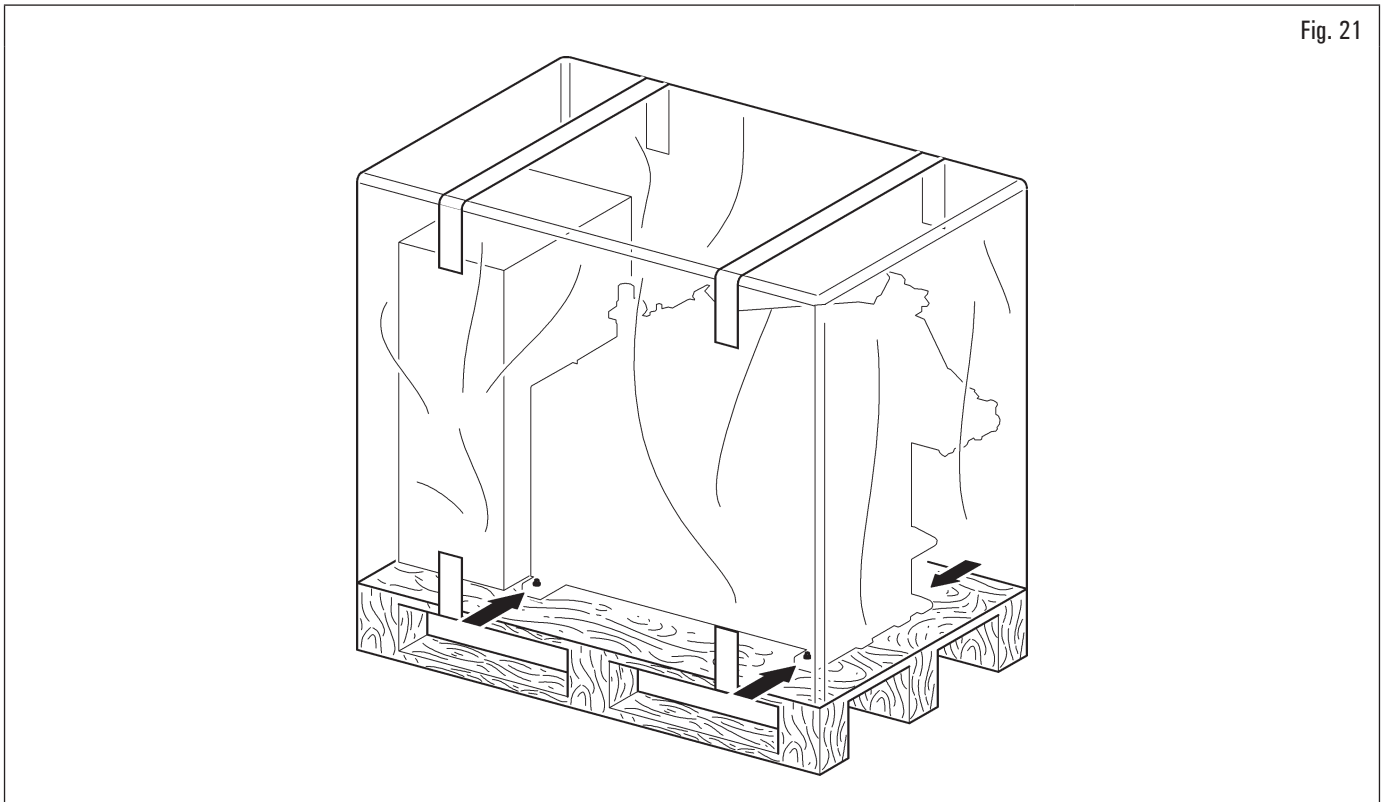

Fig. 21
- L'apparecchiatura viene spedita solitamente parzialmente montata come illustrato in Fig. 21.
- sollevare con cautela, adoperando adeguati mezzi di sostegno del carico, in perfetta efficienza, utilizzando gli appositi segnali posti sull'imballo Fig. 21.